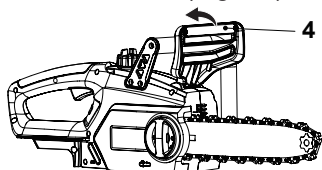

Fig. 16, desengatar o travão de
Desengatar o travão da corrente: Quando a alavanca do travão de corrente (4) está na posição desengatada, o produto pode ser operado com corrente de serra em marcha (Fig. 16).